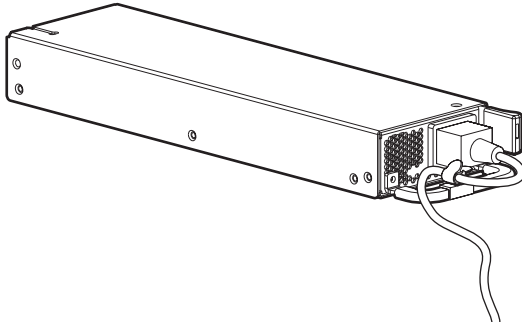

Figura 13 Fije el cable de alimentación con la pinza sujetacables
5. Utilice la pinza sujetacables del kit de hardware de nodo para fijar el cable de alimentación (Figura 13).